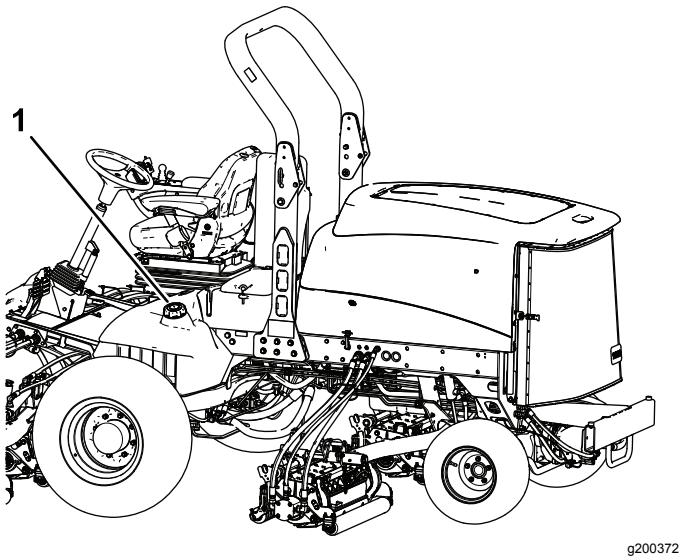

Рисунок 33
- Снимите крышку топливного бака (Рисунок 33).